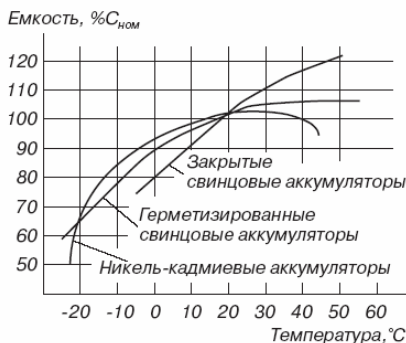

Рис.20 Зависимость емкости АКБ от температуры
- В условиях отрицательных температур свинцовые АКБ сохраняют работоспособность, но значительно теряют емкость. На рис.20 приведены графики зависимости емкости батарей от температуры.